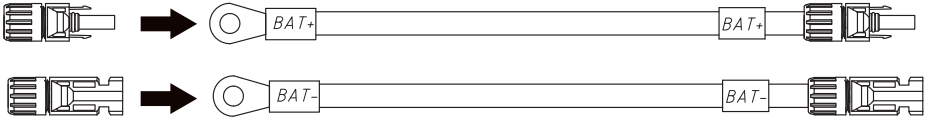

Abbildung 4.6
1. Nehmen Sie die beiden Batterieanschlüsse aus der Verpackung und crimpsen Sie sie wie in Abbildung 4.6 gezeigt. Größe der Batterieanschlussklemme: 10 mm²/8AWG.